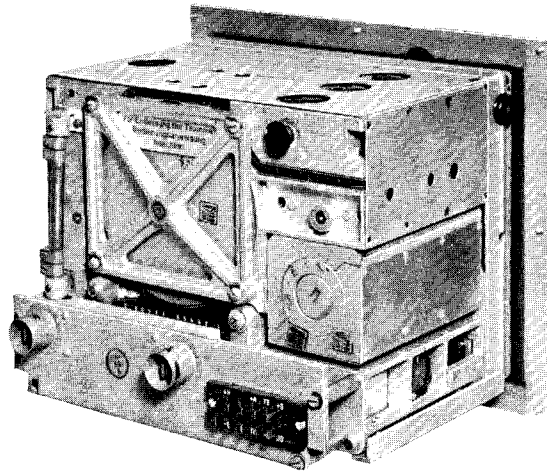

Abb. 9: Empfänger (Innenaufbau)
30. In der Mitte des Oberteiles befindet sich die Spulentrommel, um die herum sich die einzelnen Schotts der Stufen gruppieren (vgl. Abb. 9). An der Rückwand oben sind die Röhrenzieher eingeschraubt. Die Schotteinteilung ist folgende: